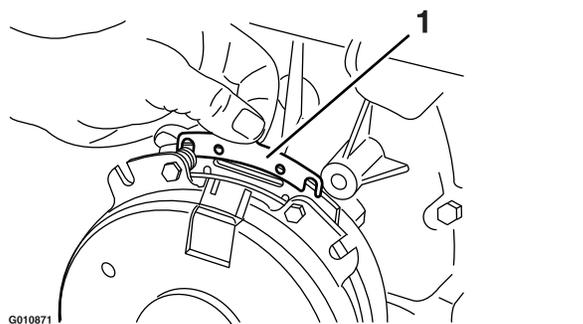

Figure 80
- B. A l'aide d'une pince à becs longs ou avec les doigts, saisissez la languette et déposez la cale (Figure 80).
Enlevez l'herbe, les saletés et autres débris éventuellement accumulés sur la grille du moteur. Cela permet d'assurer un refroidissement et un régime moteur corrects, et réduit les risques de surchauffe et de dommages mécaniques du moteur (Figure 80).